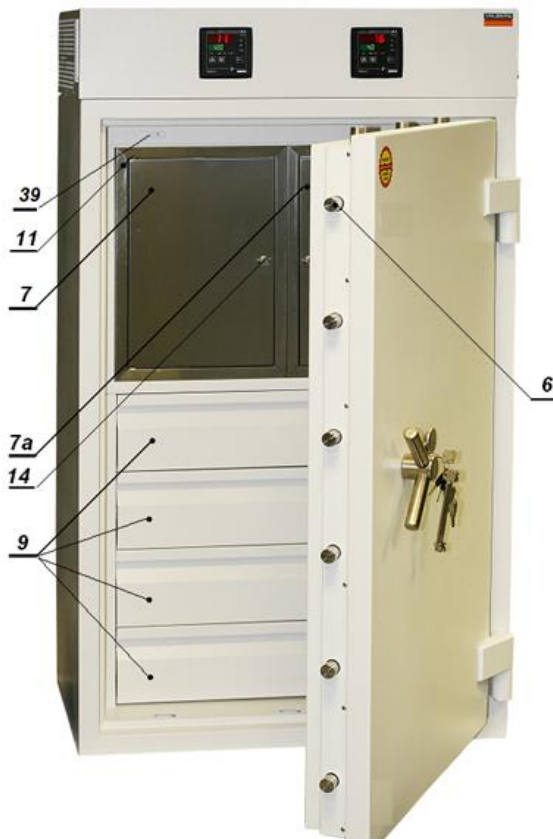

Рис.2. Компоновка внутреннего объема базового сейфа изделия.
4.1.1 На рис.2 представлена дверь сейфа с ригелями (6) и компоновка внутреннего объема базового сейфа изделия. Над термостатами установлена кнопка (39), которая включает сигнализацию открывания двери сейфа, а также электропитание осветителей ящиков.
4.2.1 На рисунке 4 представлена рабочая камера левого термостата изделия. Порт (11) каждой рабочей камеры отделен от их полезного объема рамкой из полистирола (12) и снабжен дверью (7) из нержавеющей стали, которая оборудована замком (14, рис.2) и резиновым уплотнителем (8), а внутренняя полость ее заполнена высокоэффективным теплоизоляционным материалом.